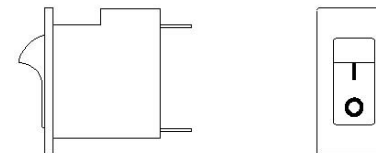

Fig. 5
Il "SiriMix" è una macchina estremamente semplice anche a livello di comandi, infatti è dotata di un interruttore generale del tipo autostaccante che una volta posizionata la bascula dell'interruttore in posizione "1" da corrente al motore e di conseguenza mette in rotazione la pala, per arrestare il motore è sufficiente riportare la bascula in posizione di partenza "0" (Fig. 5).
- Portando la bascula in posizione "1" si avvia il motore (Fig. 5);